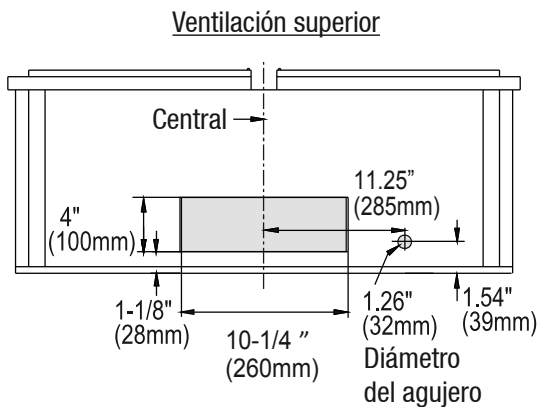
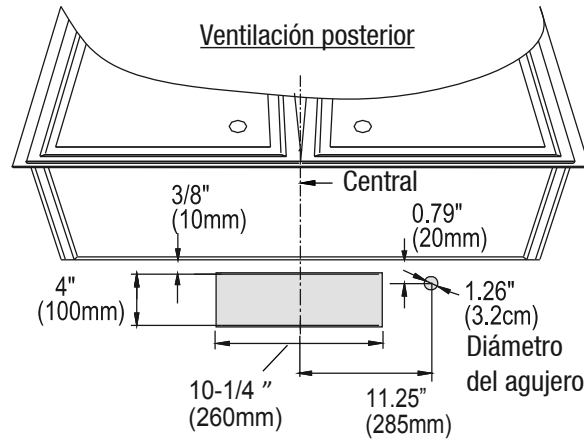

Fig. 5
Fig. 6
- Determine si su sistema de ventilación existente es de ventilación superior o posterior, y asegúrese de que las aberturas en la alacena o en la pared para el regulador y para la alimentación eléctrica estén en un lugar adecuado y que sean del tamaño apropiado, de acuerdo con la Fig. 5 si es ventilación superior, y con la Fig. 6 si es ventilación posterior.
- Si es una nueva instalación, escoja el método de ventilación que se adecue a sus necesidades. Corte las aberturas para el regulador y el acceso de la alimentación eléctrica en la parte inferior o en la pared exterior de la alacena, de acuerdo con la Fig. 5 si es ventilación superior, y con la Fig. 6 si es ventilación posterior.